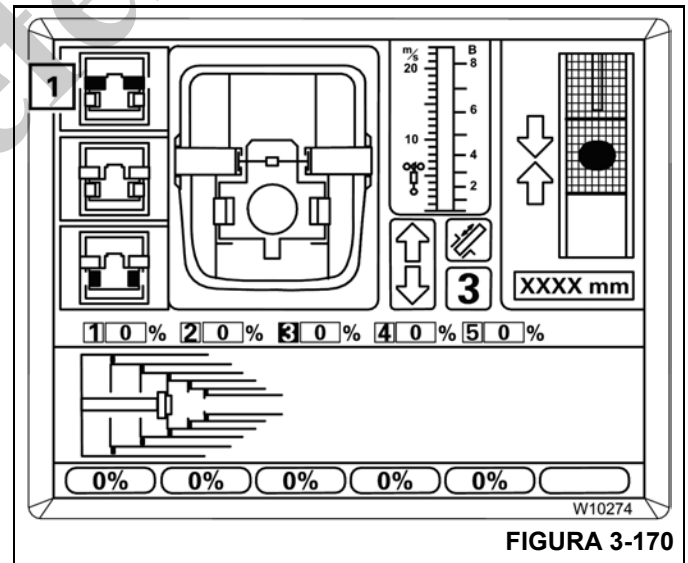

FIGURA 3-170
Se o símbolo (1) (Figura 3-170) ainda pisca depois de aproximadamente 10 segundos, isso significa que os pinos de travamento da seção estão sob carga.